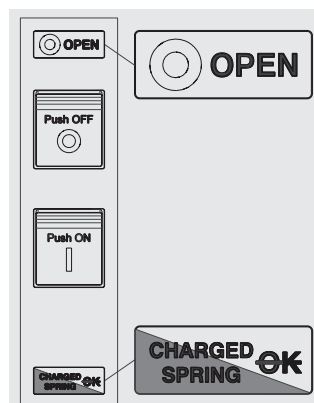

图 33
5. 断路器处于分闸状态，弹簧储能，合闸未准备就绪（请查阅 图 33）。下列情况会导致该状态：